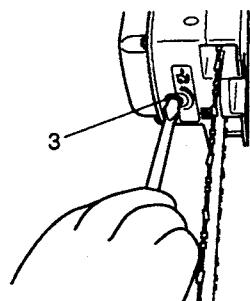

Fig. 2-10
• Pour diminuer la quantité d'huile, faire tourner la vis de réglage du débit (3) dans le sens des aiguilles d'une montre. La faire tourner dans le sens inverse des aiguilles d'une montre pour augmenter la quantité d'huile (Fig. 2-10)
• Ne pas essayer de faire tourner la vis (3) en sens des aiguilles d'une montre au-delà